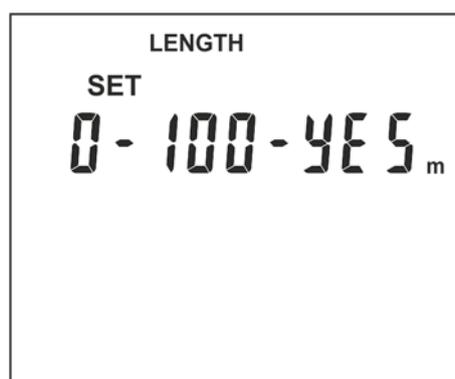

Fig. 15: Paramètres calibrage de la longueur du câble
2. Appuyer et maintenir enfoncé pendant 3s le bouton **L/W**. La page-écran de Fig. 15 s'affiche à l'écran